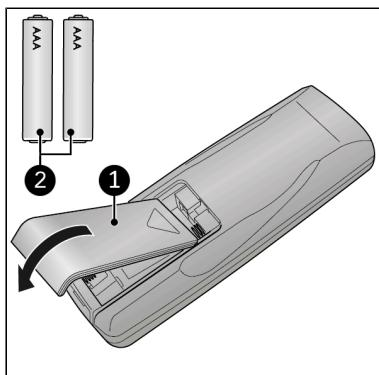

Figure 65.
1. Retirez le couvercle (Figure 65, pos. 1).
3. Insérez deux piles (AAA 1,5V) (Figure 65, pos. 2) dans le compartiment à piles, comme indiqué. Veillez à insérer les piles correctement.